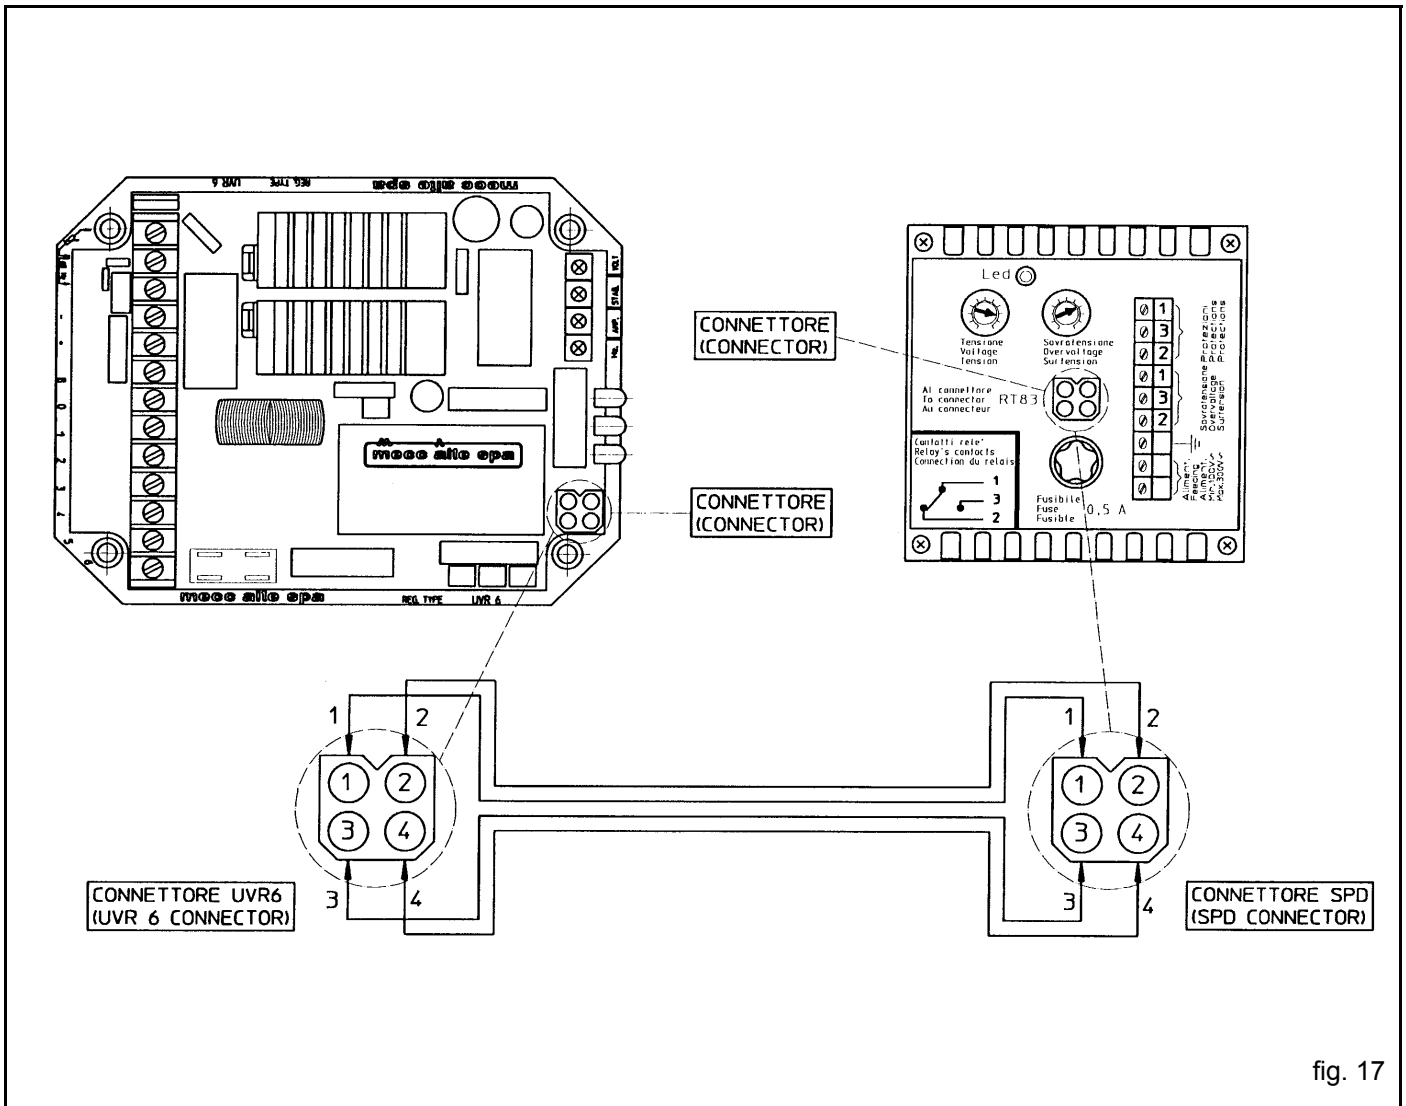

fig. 17
-) SPD96/A an den Regler UVR6 mit entsprechenden 4-Pin-Stecker (siehe Abb. 17).
-) Connect the SPD96/A to the UVR6 regulator using the relevant 4-pin connector (see fig. 17).